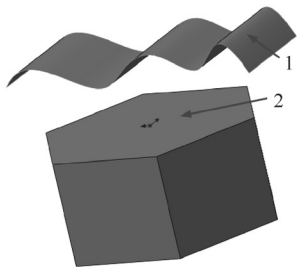
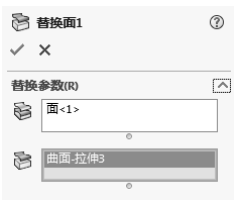

图 9-56 打开的文件实体
图 9-57 “替换面”属性管理器
2) 在 (替换的目标面)列表框中,单击选择图 9-56 所示的面 2;在 (替换曲面)列表框中,单击选择图 9-56 所示的曲面 1,属性管理器设置如图 9-57 所示。